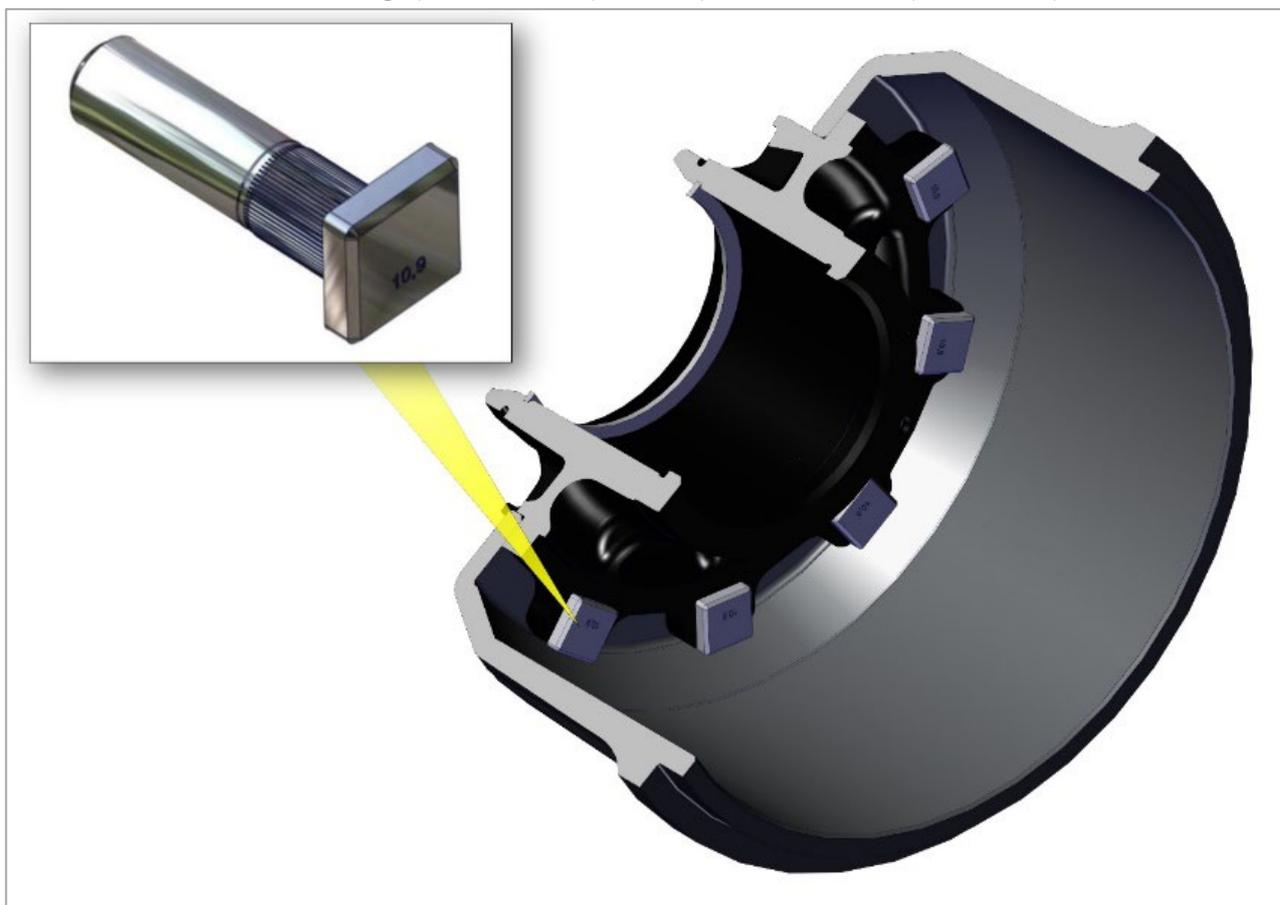

Рис. 44. Установка шпилек
3) Шпильку необходимо надежно устанавливать на место, следя за тем, чтобы она располагалась под прямым углом к поверхности ступицы и точно садилась на внутренний торец тормозного барабана (рис. 44).